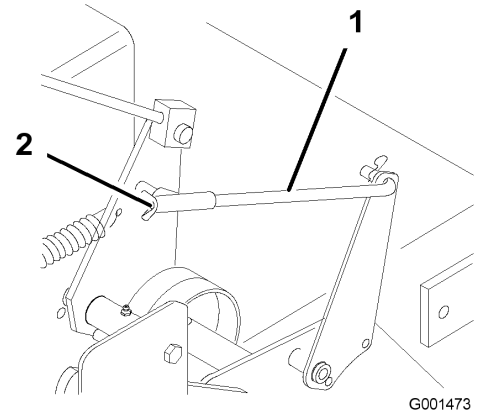

Figura 31
5. Para ajustar el freno, gire las tuercas de orejeta de las varillas de freno (Figura 31). Gire las tuercas de orejeta en el sentido de las agujas del reloj para